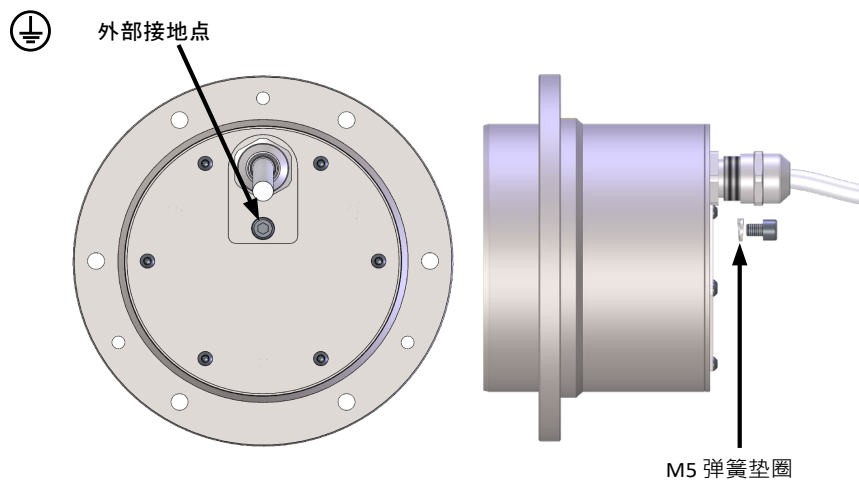

图 4：外部接地点
- 确保传感器、安装组件和外壳正确接地。传感器必须使用 $\geq 4\text{mm}^2$ （11 AWG）的电缆接地。连接接地线时，必须使用随附的 M5 弹簧垫圈（图 4）。